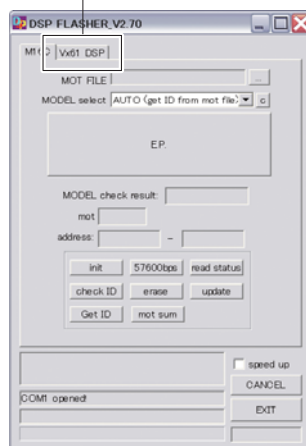

Fig. 4
The screen appears as shown below. (Fig. 4)
2. Click [Vx61 DSP]. (Fig. 4)
下記の画面が表示されます。(Fig. 4)
2. [Vx61 DSP] をクリックします。(Fig. 4)